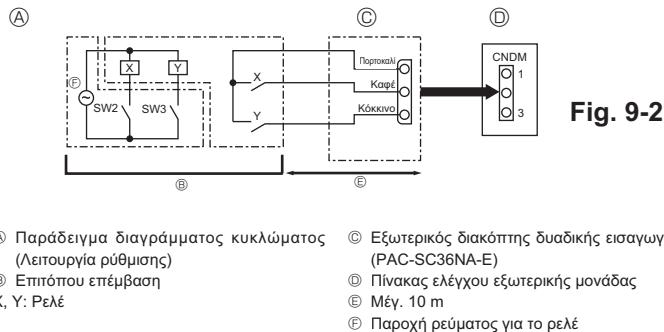

Fig. 9-2
9.2. Λειτουργία ρύθμισης (επιπόπου τροποποίηση) (Fig. 9-2)